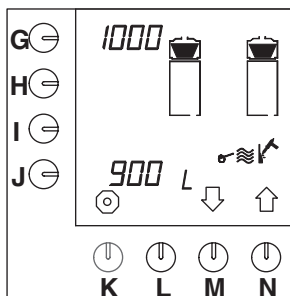

Fig. 18 Ontkalkingsteller koffiezetstelsysteem
- De ontkalkingsteller verschijnt in het display (fig. 18).
- In het display (fig. 18) is naast programmeertoets (G.) te zien, na hoeveel liters koffie er ontkalkt moet worden.